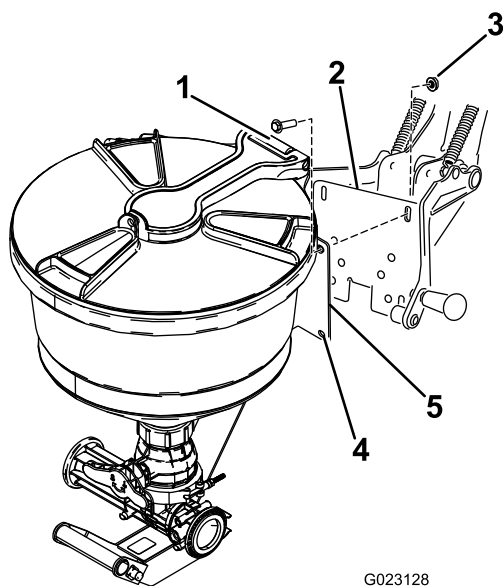

Рисунок 17
6. Совместите отверстия в монтажной пластине эдуктора в сборе с пазовыми отверстиями в опорной пластине люльки в сборе (Рисунок 17).